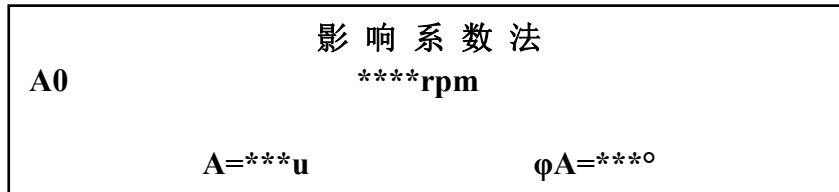

图 4-30
按|执行|键，屏幕显示如图 4-30。
(4)在图 4-30 中，当转速值稳定在动平衡转速，振动值 A、角度值φA 读数稳定时，按|保持|键锁定读数，屏幕的右上角显示“**”。